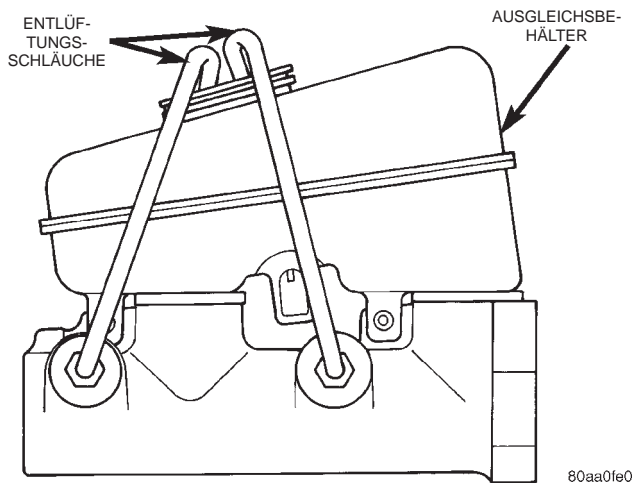

Abb. 12 Hauptbremszylinder-Entlüftung
(1) Hauptbremszylinder in Schraubstock einspannen.
(2) Entlüftungsschläuche in Auslaßöffnungen einführen. Schlauchenden in Ausgleichsbehälter bringen (Abb. 12).
(3) Ausgleichsbehälter mit neuer Bremsflüssigkeit befüllen.
(4) Bremskolben mit Holzkeil nach innen drücken. Kolben loslassen und unter Federkraft in ihre Ausgangsstellung zurückkehren lassen. Entlüftbewegung fortführen, bis die Bremsflüssigkeit frei von Luftbläschen ist.